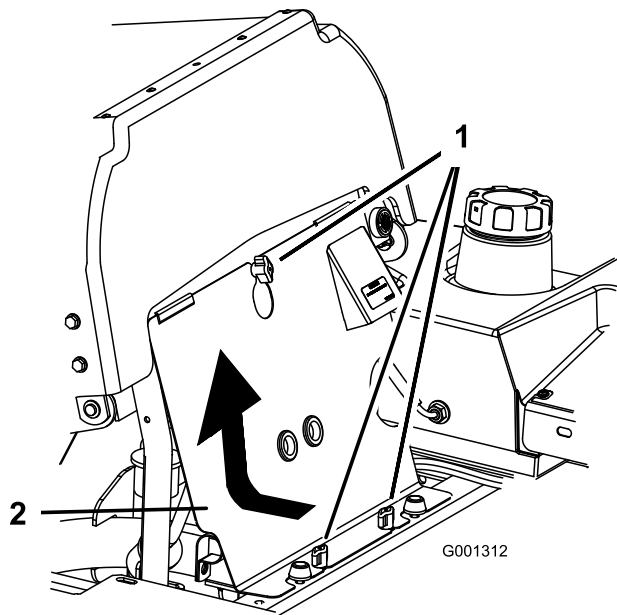

Bild 66
1. Kippen Sie den Sitz nach vorne und entfernen Sie die vordere Motorverkleidung (Bild 66).